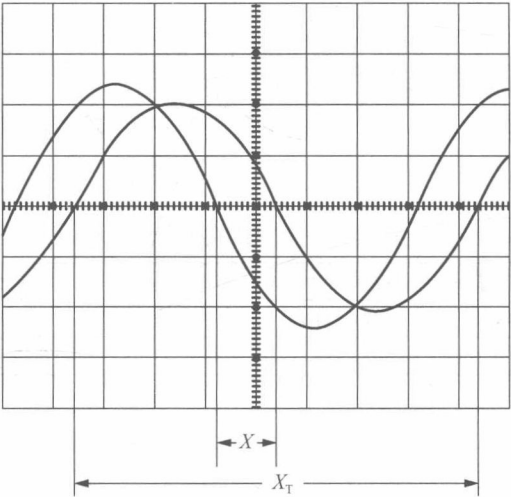

图 1.4 双踪示波器显示两相位不同的正弦波
② 把显示方式开关置“交替”挡位，将 Y_A 和 Y_B 输入耦合方式开关置于“ $\perp$ ”挡位，调节 Y_A 、 Y_B 的($\uparrow\downarrow$)移位旋钮，使两条扫描基线重合。
③ 将 Y_A 、 Y_B 输入耦合方式开关置“AC”挡位，调节触发电平、“扫描速率”开关及 Y_A 、 Y_B 灵敏度开关位置，使在荧光屏上显示出易于观察的两个相位不同的正弦波形 U_i 及 U_R ，如图 1.4 所示。根据两波形在水平方向差距 X ，及信号周期 X_T ，可求得两波形相位差 θ ，即